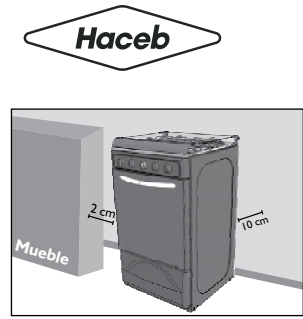

Figura 7
- La ubicación del producto dentro de un espacio deberá ser de forma que la distancia mínima con respecto a cualquier material o elemento combustible sea de 2 cm a su alrededor (Ver figura 7).
- Garantice una distancia mínima de 10 cm entre la parte posterior de la estufa y la pared (Ver figura 7).